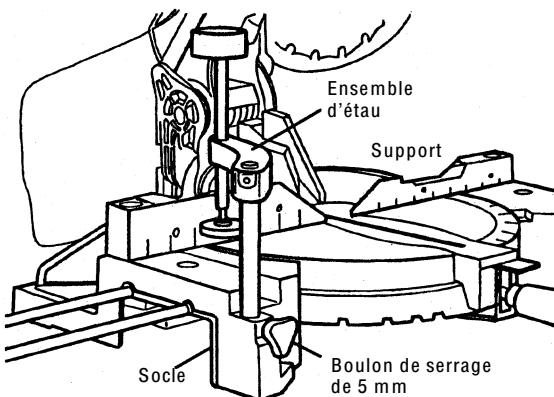

Fig. 18
- (1) L'ensemble d'étau pourra être monté sur le socle gauche ou sur le socle droit, et il pourra être relevé ou abaissé en fonction de la hauteur de la pièce.
- ① Insérer le support de l'ensemble d'étau dans l'orifice situé sur le socle gauche ou sur le socle droit.
- ② Puis, visser le boulon de serrage de 5 mm comme indiqué à la Fig. 18.